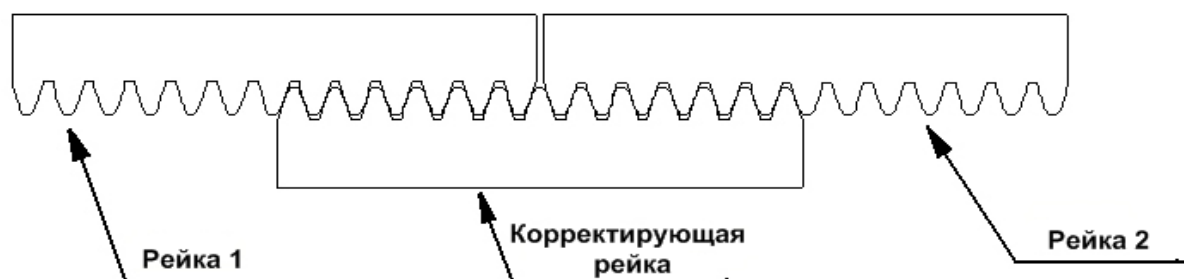

Рис. 5 Проверка правильности установки зубчатой рейки
6. Поместите горизонтально предварительно собранную вторую секцию рейки встык с первой, используя дополнительную секцию рейки (Рис. 5). При совмещении реек исключите возможность в зоне переходов каких-либо смещений с тем, чтобы обеспечить плавный ход ворот.